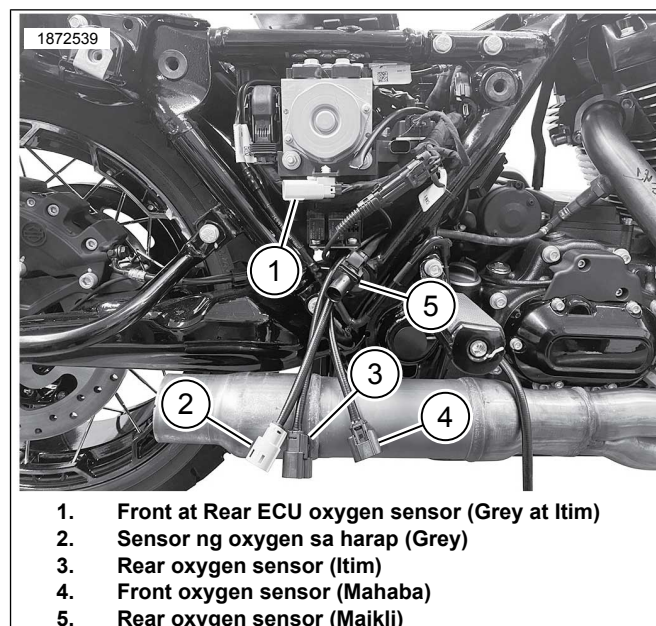

Figure 3. Pagruruta ng Kulay Grey at Itim na Harness ng Pangkonekta
11. Tingnan ang Figure 3 at Figure 5. I-install ang ATM (1) sa panlabas na dingding ng lugar ng baterya, sa likod ng silindro sa likuran na may mga cable na nakaturo sa kanang bahagi ng sasakyan.